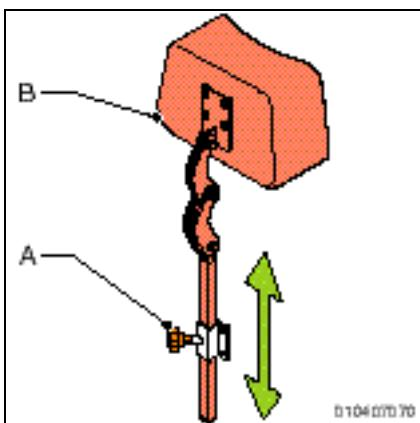

Abbildung 36
1. Lösen Sie den Sternknopf (A) mit einigen Umdrehungen. (Abb. 36)
2. Ziehen Sie die Kopfstütze (B) nach oben heraus.